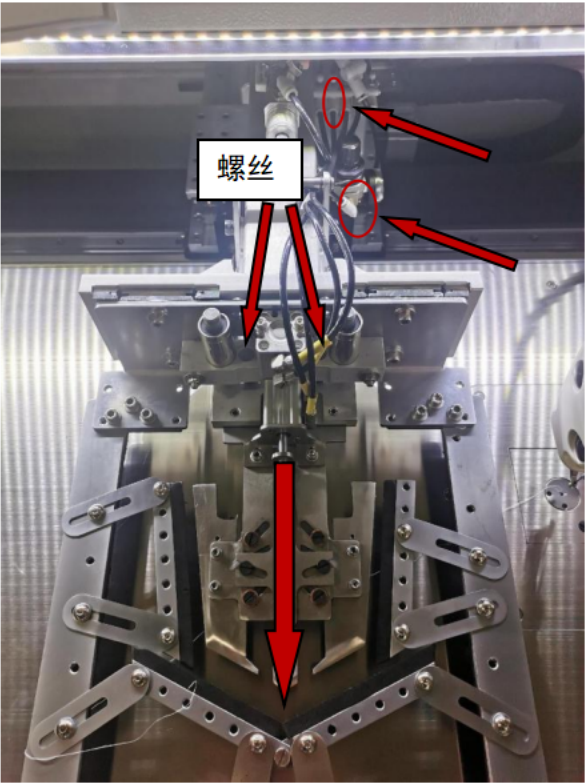

图14
3. 伸缩模板换装步骤： 保持设备有足够的气阀气压及关机状态，如图14：
此时松开上图螺丝并拔出两根气管（图14），即可将伸缩模板拆下，把新伸缩模板安装到位后拧紧螺丝并插上对应气管后测试是否漏气。